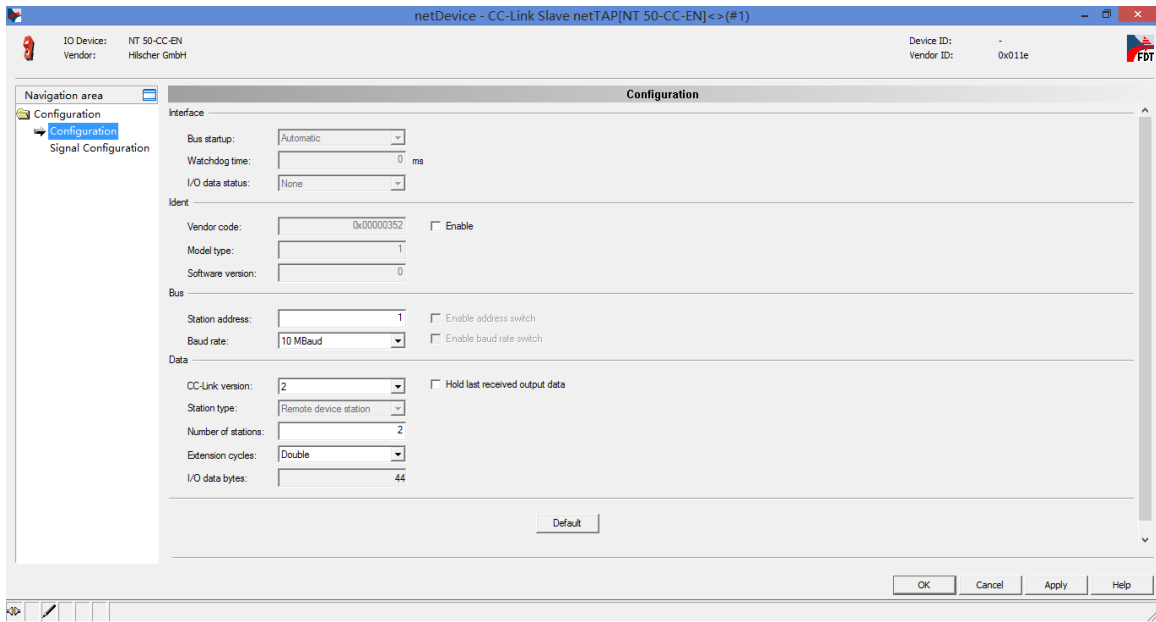

图 24
- 8) 右击网关图标，选择“Configuration”“CC-Link Slave”，弹出对话框，设置网关作为 CC-Link 通讯从站地址，波特率，版本号，占用站数，扩展周期等，如图 24 所示。